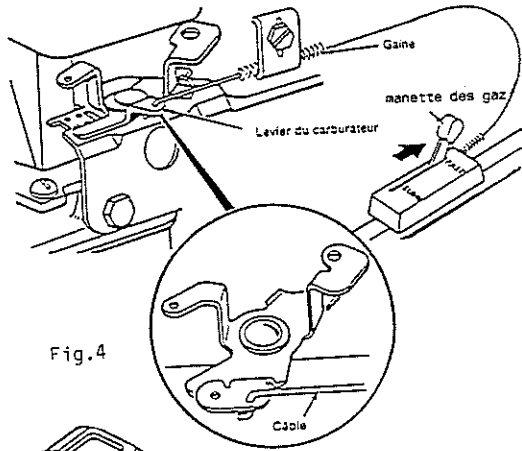

Fig.4
- fixer la manette des gaz à droite ou à gauche du guidon, à l'aide d'une vis, une rondelle et un écrou (fig.3). Crocheter le câble de commande de gaz sur la manette d'une part et sur le moteur d'autre part (fig.4),